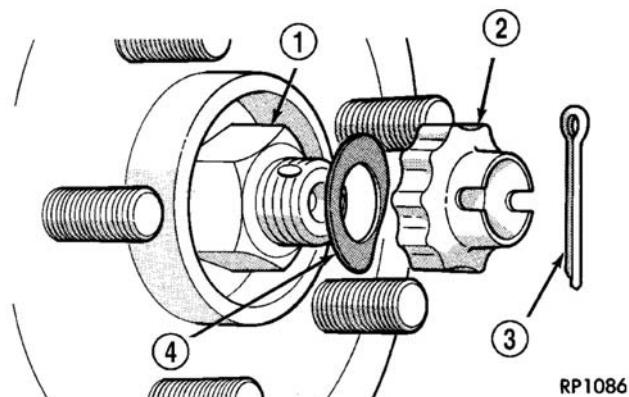

图 4 轮毂螺母
- (1) 升起车辆。(参见“润滑与保养—标准程序”)
- (2) 卸下车轮螺母、前轮胎及车轮总成。
- (3) 从短轴上卸下开口销、锁紧螺母和弹簧垫圈(图 4)。
- (4) 在助手帮助下踩下制动, 在保持前轮毂不转动的同时, 卸下轮毂螺母(图 4)。
(5) 将轮毂螺母装到短轴的端头 (图 4)。在助手的帮助下施加制动以保持前轮毂不转动, 同时紧固轮毂螺母以安装固定螺栓, 并紧固至 $244 \text{ N} \cdot \text{m}$ (180 ft.1bs.) 的扭矩。
(6) 将车轮和轮胎总成安装到车辆上。按照正确顺序拧紧车轮螺母, 直至所有螺母的扭矩都达到规定扭矩的一半。然后重复紧固顺序, 使所有螺母都达到 $135 \text{ N} \cdot \text{m}$ (100 ft.1bs.) 的满规定扭矩。
(7) 将车辆降至地面。
(8) 检查前轮定位中的前束设定, 如果未在技术要求内则重新设定。